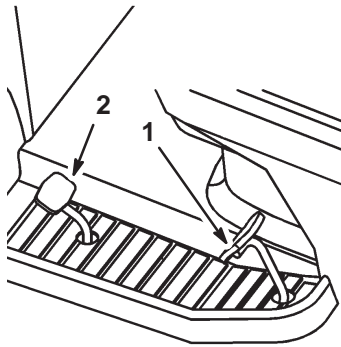

Bild 15
2. Gehen Sie mit dem Fuß auf das Fahrpedal und treten Sie das Pedal langsam durch um vorwärts zu fahren (Bild 15).
2. Stellen Sie den Fuß auf das Gaspedal zum Rückwärtsfahren und treten Sie das Pedal langsam durch um rückwärts zu fahren (Bild 15).